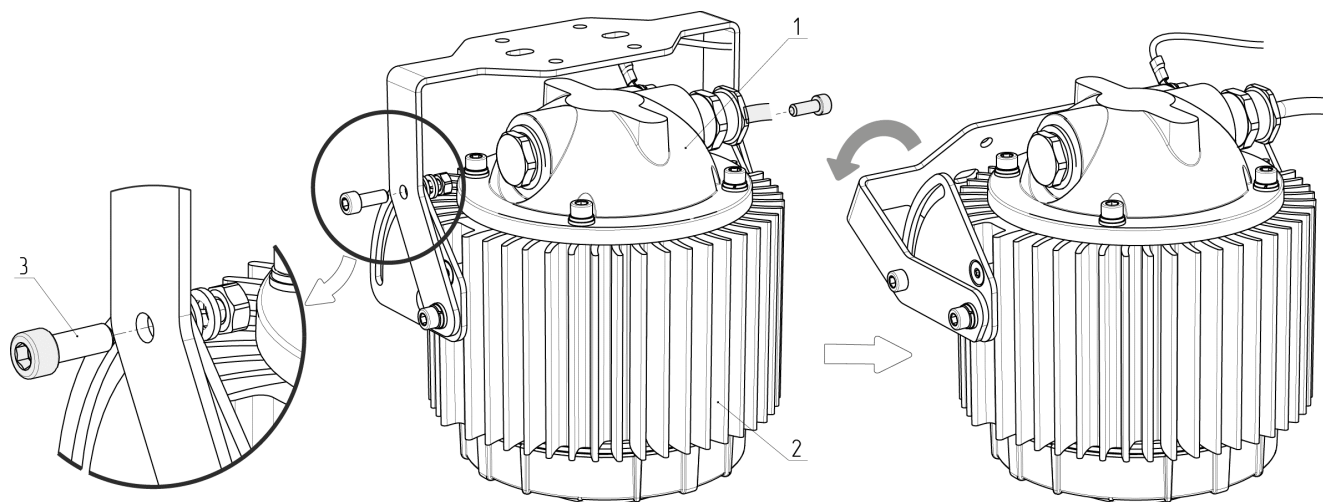

Рис. 14 – Регулировка поворотной скобы
4.1.2 – Для светильников, смонтированных на поворотных скобах TM21/22 (рис. 4), ПГ21/22 (рис. 5) и ПГ31/32/33/31К/32К (рис. 6): ослабить винты 3 регулировки наклона скобы, отвести и зафиксировать светильник в крайнем положении для беспрепятственного высвобождения крышки 1 из корпуса 2 (см. рис. 14).